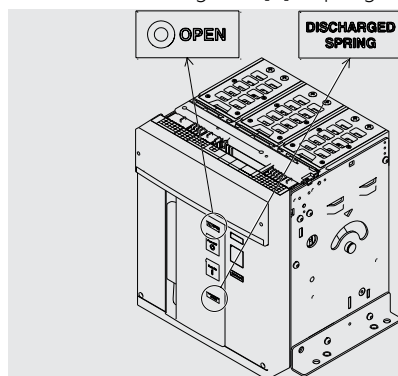

Figura 74
1. Controlar que el interruptor esté abierto (indicador abierto/cerrado "O - OPEN") y controlar que los resortes estén descargados (indicador resortes "blanco - DISCHARGED SPRING") como indicado en Figura 74.